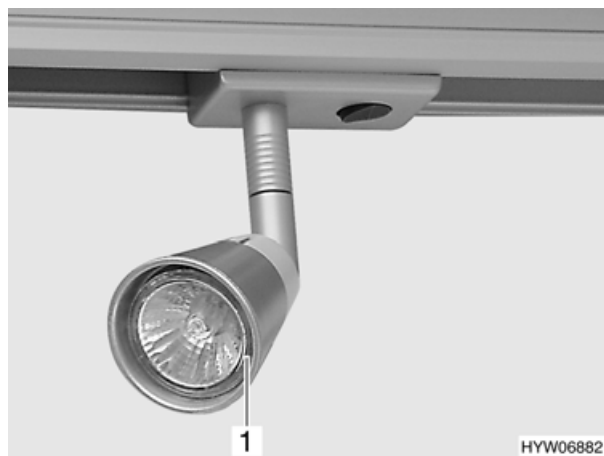

Fig. 82 Faretto
- Afferrare il bordo dello faretto (Fig. 82,1) e tirarlo in avanti.